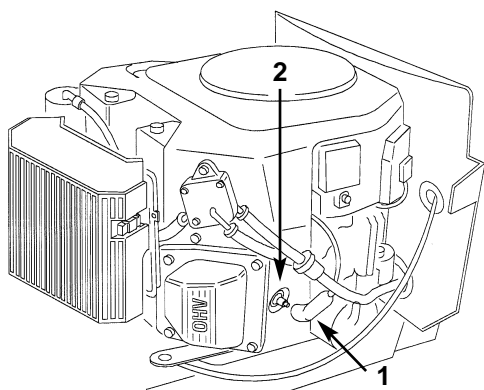

Figure 21
3. Togliete il cappello dalla candela (Fig. 21) e pulite attorno alla candela per impedire che lo sporco penetri nel motore e lo danneggi.
3. Spingete il cappello sulla candela (Fig. 21).